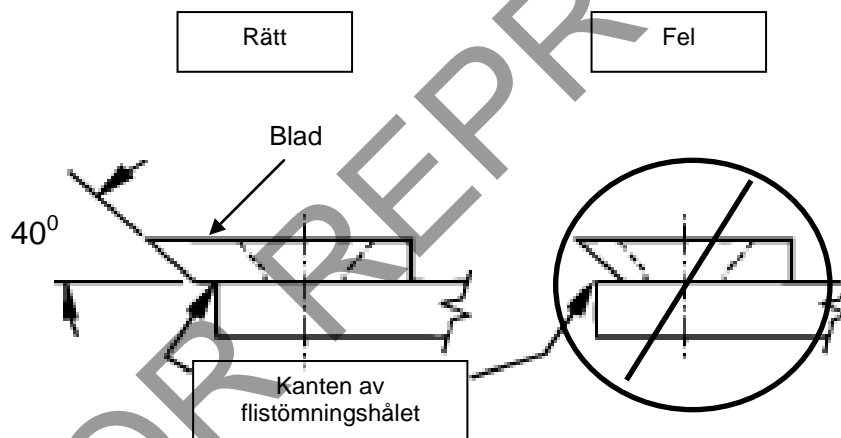

Fig. 9
3. Vässta bladet genom att vässta bladets skärande egg i **40 grader** (se Fig. 9 nedan). Du måste inte få bort alla jack från eggen. **VARNING:** Undvik att låta värme bildas i bladet när du vässtar det. Detta försämrar dess hårdning och förkortar bladets livslängd. Tecken på för hög värmebildning är att den vässtade eggen börjar byta färg.
4. Samma blad kan vässtas flera gånger. Dock måste bladet bytas ut om bladet inte är längre än flistömningshållet i impellerbakplattan eller vid kraftigare vibrationer (se Fig. 9).